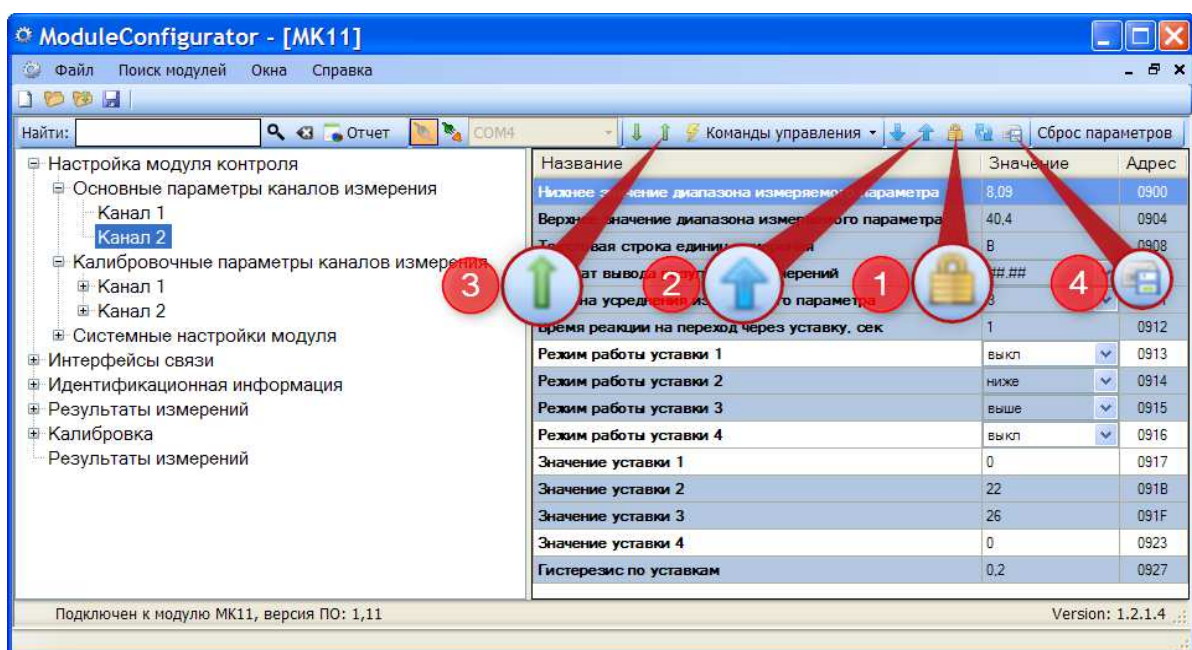
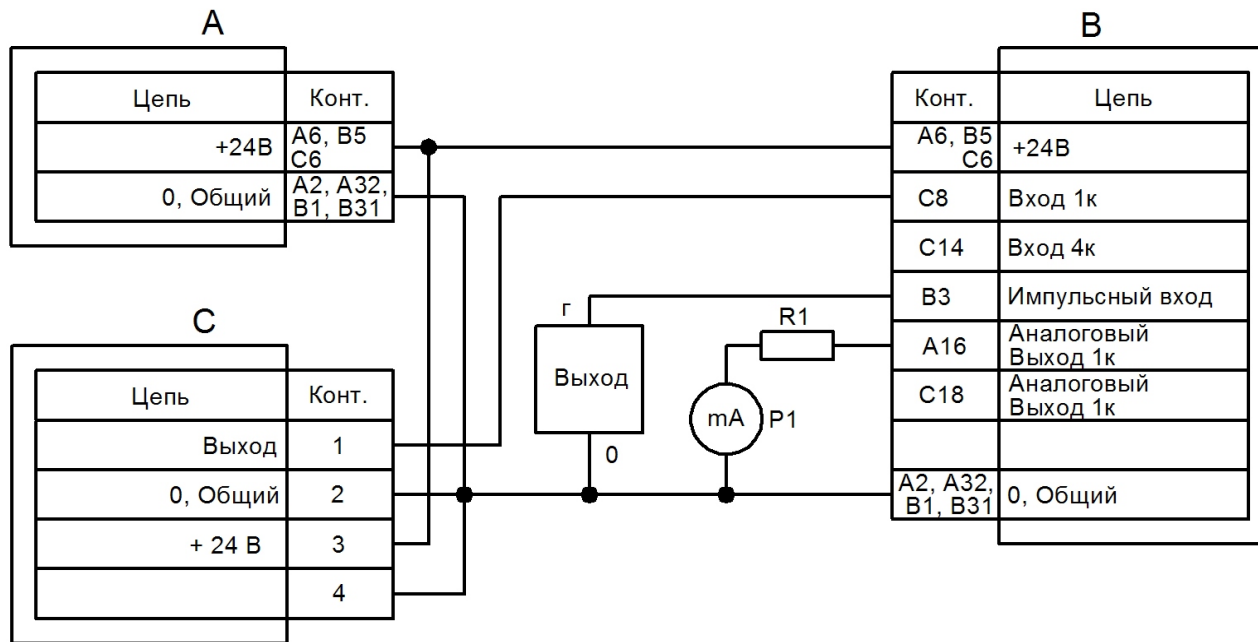

Рис. 7 Действия для записи настроек в модуль
Рис. 8 Схема подключения датчика ДПЭ23МВП к модулю МК22
Перед записью настроек в модуль программа должна быть подключена к модулю, а также в тех модулях, где есть блокировка логической сигнализации, она должна быть заблокирована. Для того, чтобы заблокировать логическую сигнализацию модуля необходимо нажать на кнопку **Блокировка логической сигнализации**, тем самым установив ее в положение, как показано на рисунке 7 (обозначение 1), при этом кнопки записи (рисунок 7, обозначение 2 и 3) станут доступными.
Для записи всех настроек в ОЗУ модуля необходимо нажать кнопку **Записать все настройки в модуль** (рисунок 7, обозначение 2). Для записи настроек в ОЗУ модуля только текущей выбранной группы параметров необходимо нажать кнопку **Записать настройки в модуль** (рисунок 7, обозначение 3). Для того, чтобы значения, записанные в ОЗУ модуля, сохранились в энергонезависимой памяти модуля и были доступны после перезагрузки модуля, необходимо нажать кнопку **Сохранить все параметры в энергонезависимую память модуля** (рисунок 8, обозначение 4). Модуль выполнит перезагрузку.
2. Собрать схему согласно рис. 8, данную схему может обеспечить стенд СП43.